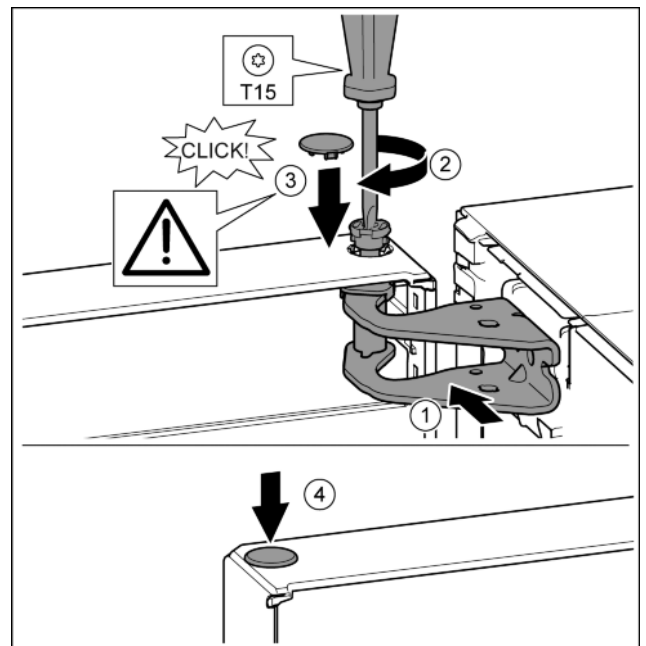

Fig. 17
- ▶ Juster døren foroven i forhold til åbningen i hængselbukken. Fig. 17 (1)
- ▶ Sæt bolten i, og skru den fast med skruetrækker T15. Fig. 17 (2)
- ▶ Monter sikringsdækslet for at beskytte lågen: Anbring sikringsdækslet og kontroller, om det hviler på lågen. Hvis dette ikke er tilfældet, skal boltens sættes helt i. Fig. 17 (3)
- ▶ Sæt propperne i. Fig. 17 (4)